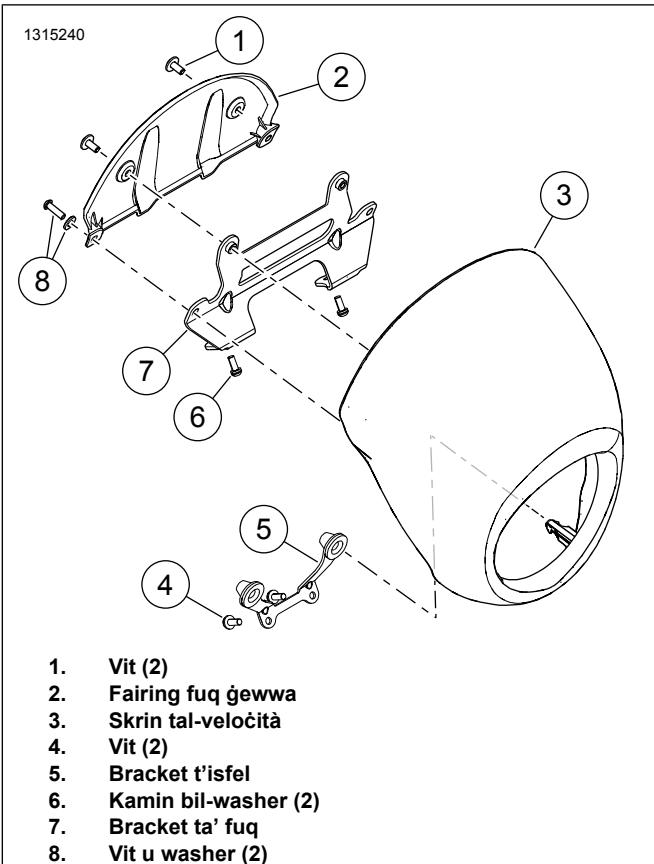

Figura 2. Skrin tal-Veloċità FXLRS
1. Ara Figura 2 . Neħħi l-iskrin tal-veloċità.
- a. Neħħi l-viti u l-washers (8).
- b. Igbed l-iskin tal-veloċità (3) 'il barra mill-brekit ta' fuq (7).
- c. Igbed l-iskin tal-veloċità 'il barra mill-brekit t'isfel (5) sabiex tneħħi kamini tal-appoġġ mill-grommets.
- a. Neħħi l-viti (1).
- b. Neħħi l-fairing ta' ġewwa (2).
- a. Neħħi l-viti (6).
- b. Neħħi l-brekit ta' fuq (7).